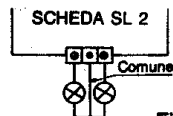

Fig. 3
4.C) La morsettiere di questa schedina è a tre posti; quello centrale sarà collegato al comune (filo blu) delle due lampade, gli altri due posti andranno collegati al filo di ritorno delle lampade (vedi fig. 3).